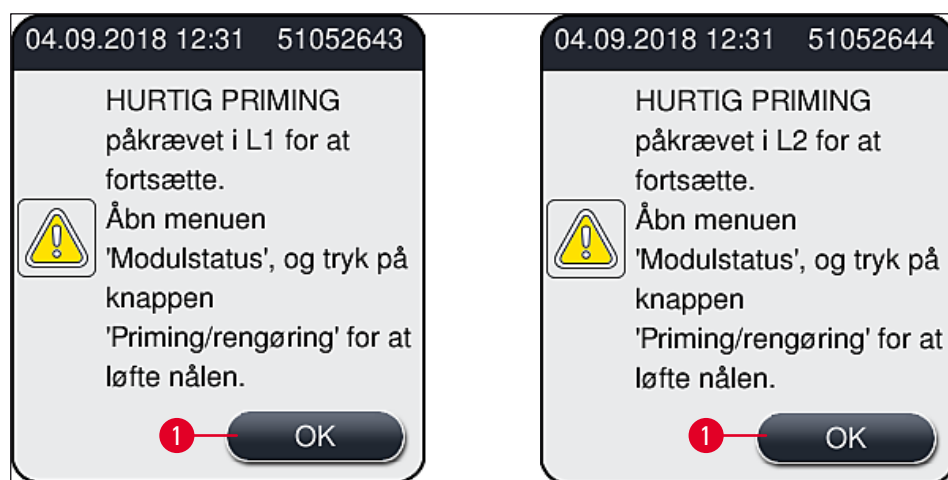

Fig. 51
- ① Når initialiseringsfasen er færdig, vises hovedmenuen (→ Fig. 19) på skærmen, og brugeren får besked (→ Fig. 51) om, at der kræves **Hurtig priming** for den anvendte dækglasbane. Bekræft meddelelserne ved at trykke på **Ok** (→ Fig. 51-1), og følg anvisningerne (→ S. 118 – 7.3 Forberedelse af slangesystemet til priming og rengøring).